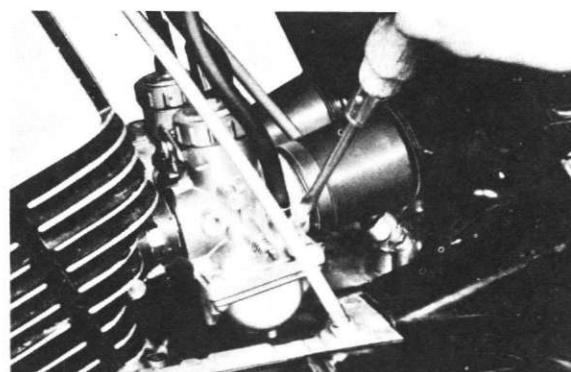

Fig. 4-18-5
- d. Visser chacune des vis de dosage de ralenti à fond de course, sans forcer, et la dévisser de 1 tour 3/4. Ce réglage est déterminé une fois pour toute en usine (Fig. 4-18-5).
- d. Die Regulierschrauben für Leerlaufgemisch sind hineinzudrehen bis ein leichter Widerstand ver spürt wird, dann dreht man sie um 1-3/4 Drehung zurück. Diese Einregulierung wurde vor dem Versand im Werk durchgeführt, d.h. es ist keine weitere Einregulierung erforderlich (Siehe Abb. 4-18-5).